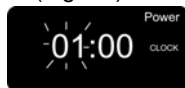

Fig. 16
2. Para ingresar la hora correcta presione la flecha hacia arriba o hacia abajo hasta que aparezca la hora correcta. (Fig. 16)